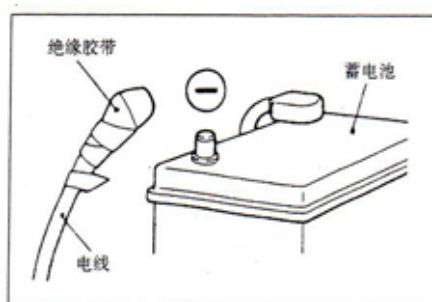

图 8 蓄电池负极保护
- 4) 在进行具体的维修作业之前，应先将点火开关转至“LOCK”位置，并拆下蓄电池负极搭铁线，然后再等待 60s 以上，方可进行维修操作，否则，可能导致安全气囊意外展开。另外，拆下的负极用绝缘胶带缠好以便绝缘（见图 8）。